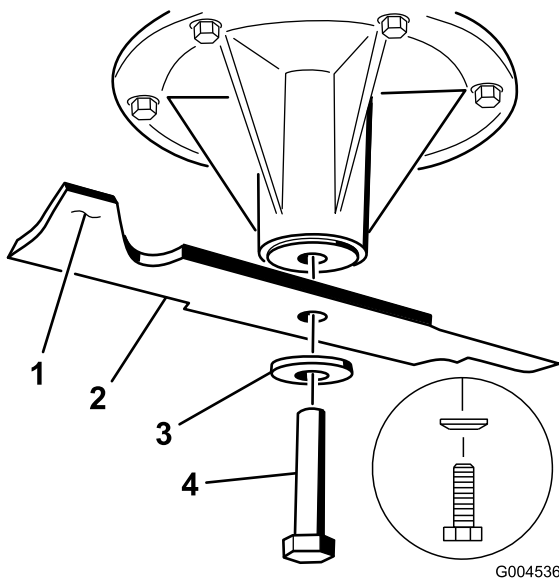

Figure 79
2. Enlevez de l'axe, le boulon, la rondelle bombée et la lame (Figure 79).
est déséquilibrée, limez un peu l'extrémité de la partie relevée seulement (Figure 79). Répétez cette procédure jusqu'à ce que la lame soit équilibrée.